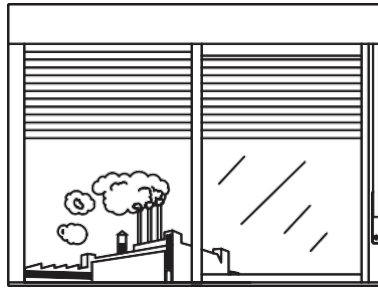

Figura 4 – Distância mínima de fontes poluidoras.
- a) Produtos instalados a menos de 1000 metros de fontes poluidoras como empresas químicas que utilizam solventes orgânicos (Figura 4).